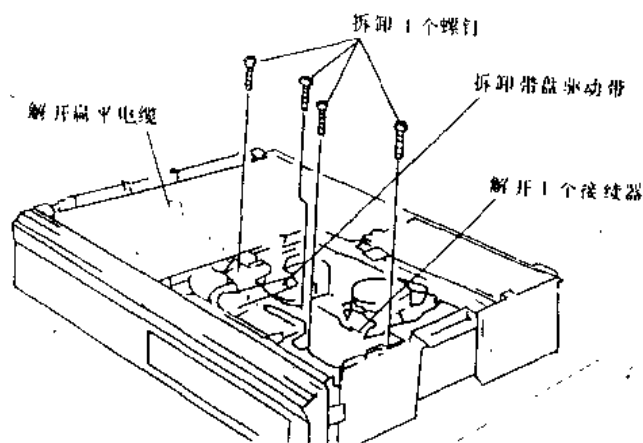

图 1-9
②从主电路板上解开扁平电缆, 如图 1-9 所示。
③解开 1 个接续器。
④拆卸带盘驱动皮带。
⑤拆卸 4 个螺钉并将传感器电路板取出。